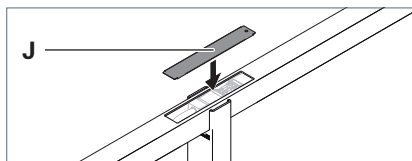

Fig. 4: Monter le recouvrement sur le tube porteur.
- Enfoncez le recouvrement **J** verticalement dans l'évidement du tube porteur, voir Fig. 4.